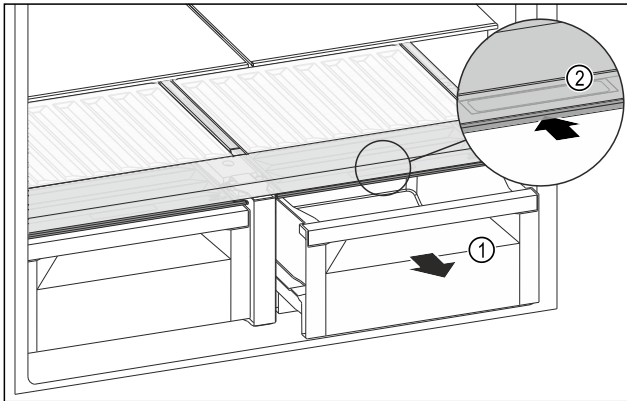

Fig. 133
- Retirer le tiroir Fig. 133 (1).
- Saisir la poignée encastrée Fig. 133 (2) du couvercle du compartiment et pousser le couvercle du compartiment vers l'arrière.